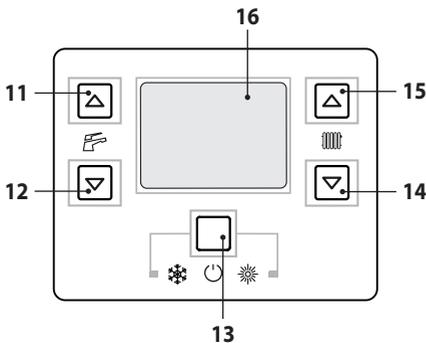

Figura 2.5
- Tenere premuto per 2 secondi il tasto 13 fino a far apparire sul display il simbolo  (Figura 2.5).
La temperatura dell'acqua calda di mandata riscaldamento è regolabile agendo sui tasti 14 (diminuzione) e 15 (aumento) (Figura 2.5) da un minimo di
Comunque se la temperatura ambiente non dovesse essere confortevole si può aumentare o diminuire la temperatura di mandata dell'impianto riscaldamento di $\pm 15^\circ\text{C}$ agendo sui tasti 14 (diminuzione) e 15 (aumento) (Figura 2.5).
La temperatura dell'acqua calda sanitaria è regolabile agendo sui tasti 11 (aumento) e 12 (diminuzione) (Figura 2.5) da un minimo di circa 35°C ad un massimo di circa 60°C . Alla prima pressione di uno dei due tasti si ha la visualizzazione del valore di "set", alla seconda pressione si accede alla modifica.